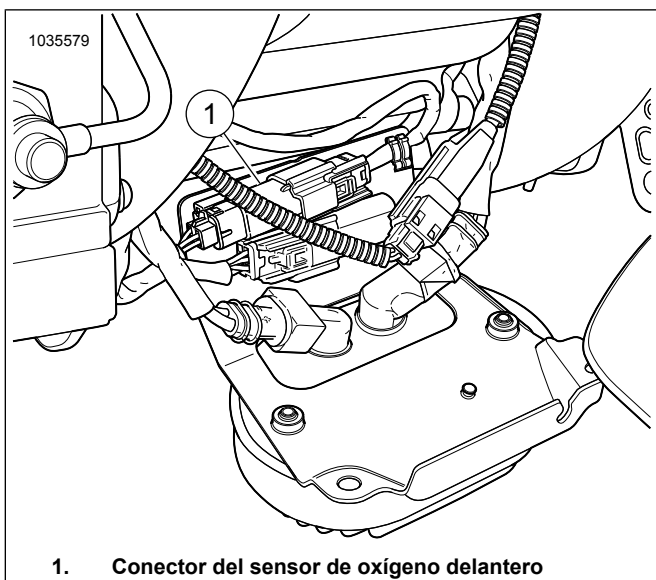

Figura 32. Ubicación del sensor de oxígeno delantero
Ver Figura 32 . Abra la tapa del regulador de voltaje delantero y desenchufe el conector del sensor de oxígeno delantero (1). Extraiga la caja del conector de la caja de fusibles y relés.